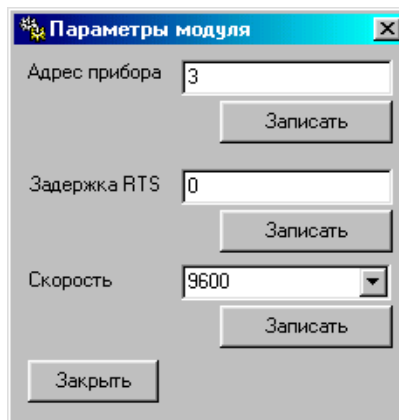

Рис.4. Вид окна «Параметры модуля».
2.4.1.3. Параметры связи модуля (адрес в сети, задержка ответа и скорость обмена данными) задаются в окне **Параметры модуля** (рис.4). Окно раскрывается после выбора наименования модуля в таблице **Состав комплекса** и активизации кнопки **Свойства**, расположенной под таблицей.